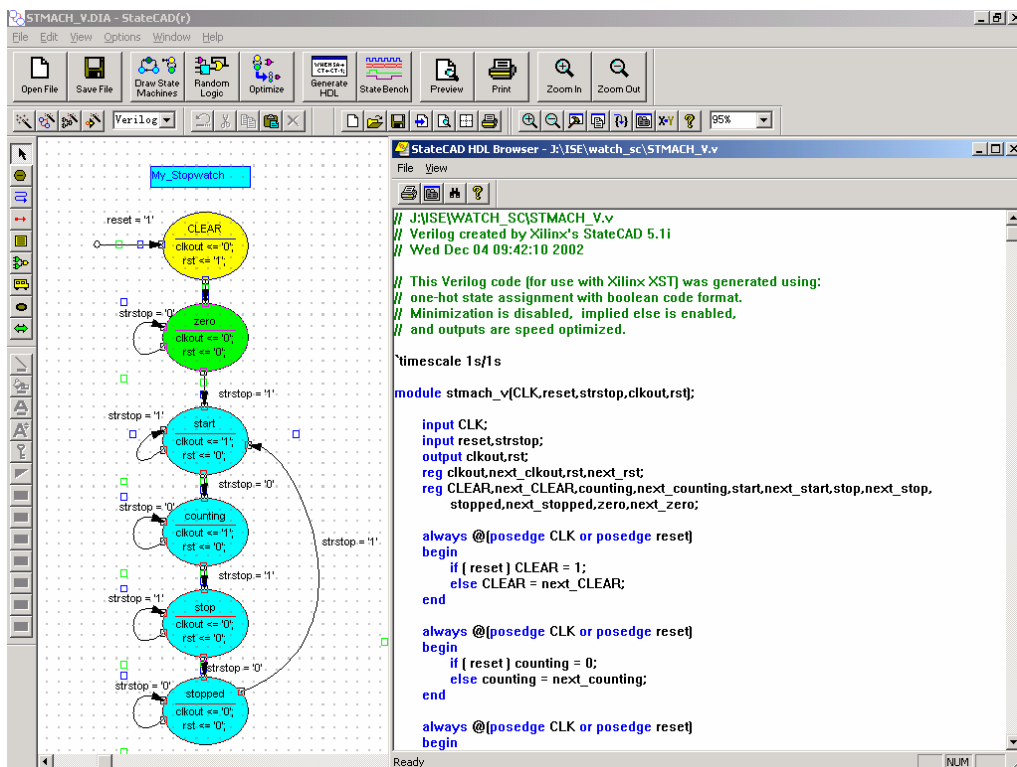

图9-34 “计时表”状态转移图和 HDL 代码
- (2) 单击  按钮关闭编译正确信息对话框。StateCAD 自动翻译生成 HDL 源代码，并在 HDL 浏览窗显示。图 9-34 显示了“计时表”状态转移图和 HDL 代码。